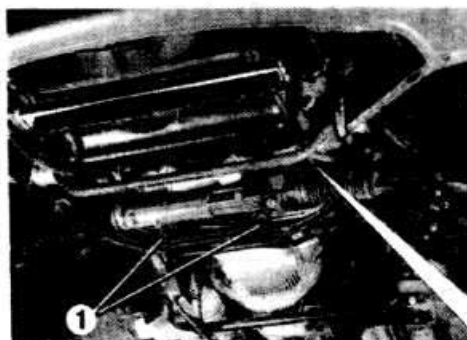

Рис. 12-1. Снятие рулевого механизма:
- Отвернуть два болта крепления картера рулевого механизма к поперечине передней подвески и снять рулевой механизм (рис. 12-1).